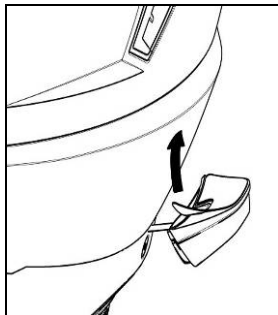
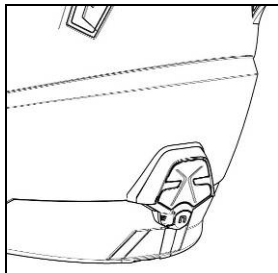

Fig. 8
Fig. 9
- Remover a película protetora do biadesivo do adaptador do capacete (Fig. 8) e aplicar o sistema ESS à calota (Fig. 9).